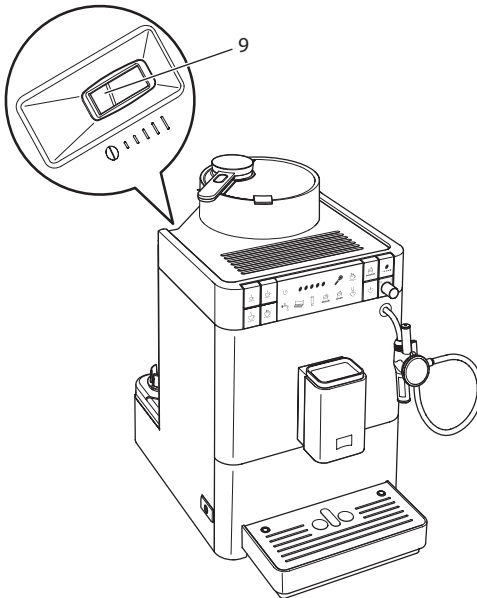

Abb. 14: Hebel für die Einstellung des Mahlgrads (Caffeo® Varianza® CS)
- » Am Gehäuse wird der Hebel "Mahlgradverstellung" (9) sichtbar.
2. Stellen Sie den Hebel nach links oder nach rechts, wie auf *Abb. 14* abgebildet.